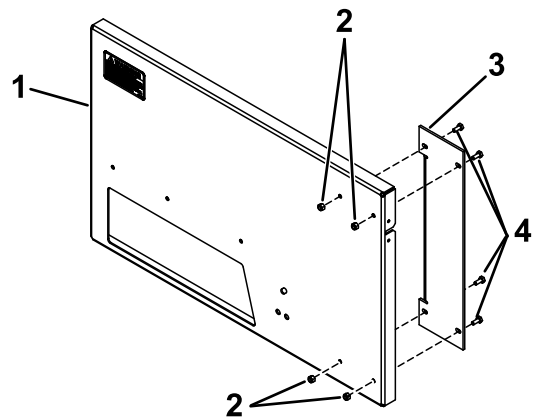

Figura 1
1. Montate il supporto sulla contropiastra con 4 bulloni ($\frac{1}{4}$ " x $\frac{5}{8}$ " e 4 dadi di bloccaggio ($\frac{1}{4}$ "); Figura 1.